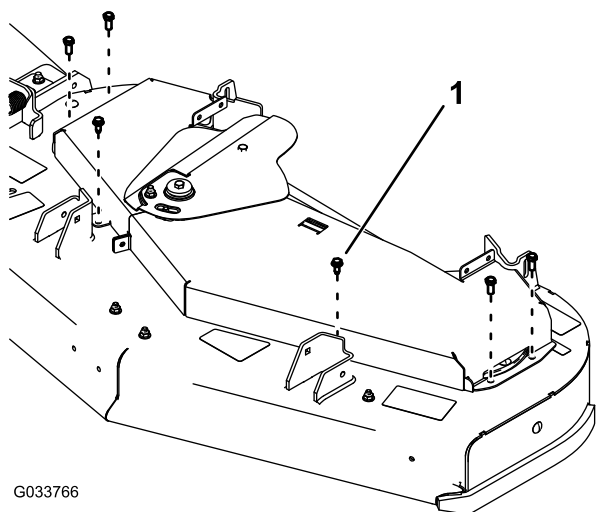

Bild 65
- Entfernen Sie die sechs Schrauben, die die Riemenabdeckungen mit dem Mähwerk verbinden und schieben Sie die Riemenabdeckungen unter der Abdeckung der Spannscheibe heraus (**Bild 65**).
- Befestigen Sie die Riemenabdeckungen mit sechs Schrauben (**Bild 65**).